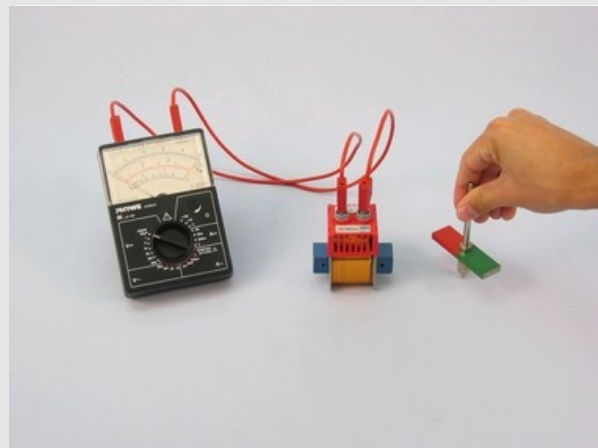

Figura 4
- En lugar de las dos bobinas de 400 vueltas cada una, conectar una bobina de 1600 vueltas al instrumento de medición (véase la figura 4). Empujar el yugo en la bobina y girar el imán junto a la bobina. Comparar la desviación del puntero con la de (2) y anotar las observaciones en "Resultado - Observaciones 5" en la sección Resultados.